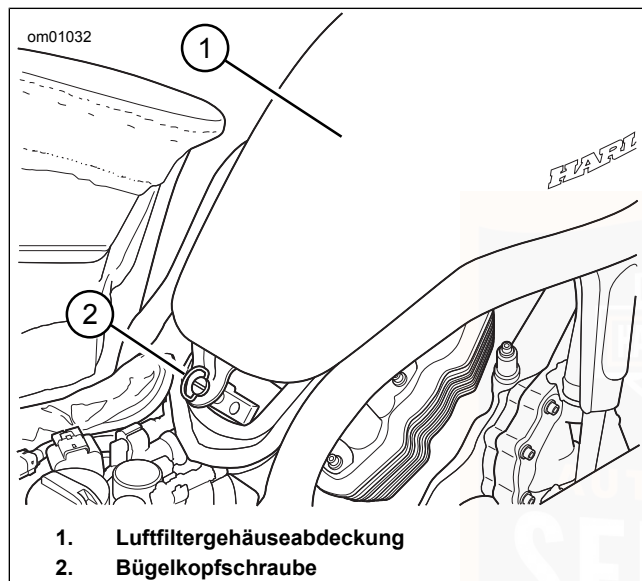

Abbildung 40. Luftfiltergehäuseabdeckung
3. Siehe Abbildung 40. Die Bügelkopfschraube eine 1/4-Umdrehung gegen den Uhrzeigersinn drehen, um die Luftfiltergehäuseabdeckung zu entfernen. Die Luftfiltergehäuseabdeckung aus den vorderen Passöffnungen herausziehen.
12. Siehe Abbildung 40. Die Luftfiltergehäuseabdeckung mit den Passstiften in den Bohrungen an den Rahmenzungen positionieren.